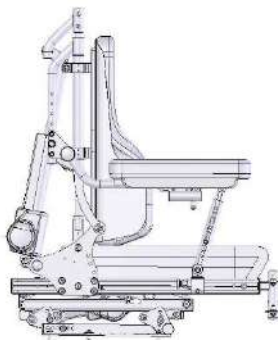

Figura 5-64
- El reposabrazos abatible hacia atrás se muestra en la figura 5-64.